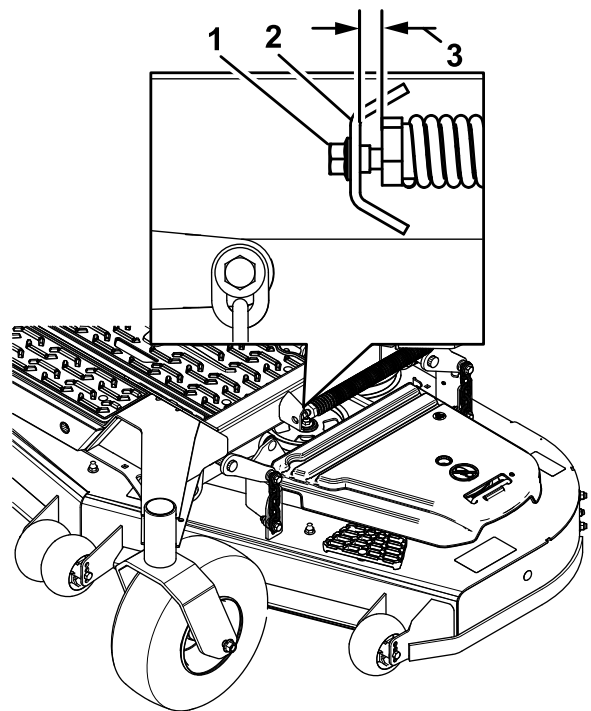

**Figure 101**
7. Vérifiez l'inclinaison avant/arrière des lames (Figure 101). Vérifiez que la pointe avant de la lame est plus basse que la pointe arrière, comme montré dans le tableau de hauteur de cales et d'inclinaison. Si un réglage est nécessaire, poursuivez cette procédure.